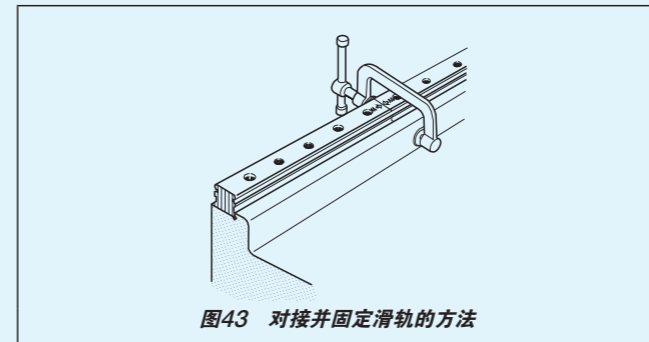

图43 对接并固定滑轨的方法
① 对齐滑轨端部上表面的对接标记并临时固定。此外，自由组合系列的对接规格滑轨经过了标准化加工，所以对于对接位置不作特别指定。
② 将滑轨的安装基准面正确对准底座的安装基准面并依次固定。安装时应用小号老虎钳等使滑轨的安装基准面贴紧底座的安装基准面，使滑轨的对接部不产生高低差。(参照图43)